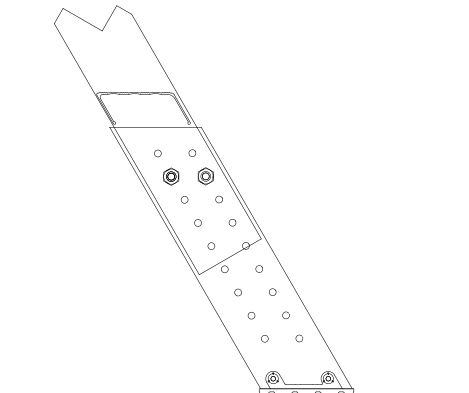

Figura 12
17. Use una broca de $\frac{1}{4}$ " y el tacón ajustable como guía o plantilla para taladrar dos agujeros que deberán quedar centrados en relación al traslape del tacón ajustable y el larguero. Asegúrese de que no exista ningún espacio entre dos secciones y que los tacones descansen completamente sobre el piso. Véase Figura 12.
18. Ensamble los tacones ajustables usando (2) tornillos de $\frac{1}{4}$ ", (2) arandelas y (2) tuercas por cada lado.